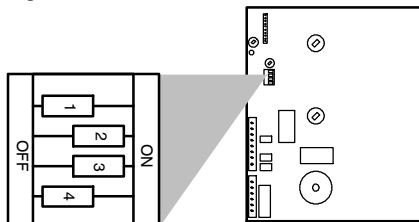

fig. 6.3
- 9 Posizionare il micro selettore "2" (fig. 6.3) in OFF per il gas Butano e Propano, in ON per il gas Metano.